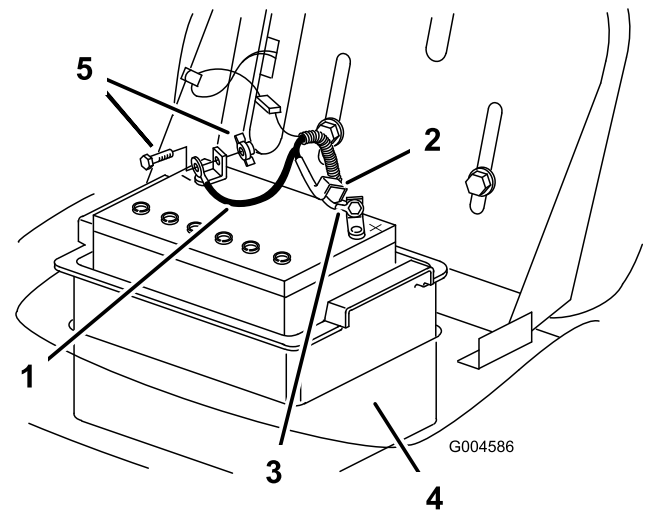

Figura 26
7. Desconecte el cable negativo de tierra (negro) del borne de la batería (Figura 26).
9. Desconecte el cable positivo (rojo) del borne de la batería (Figura 26).
10. Retire la caja de la batería y la batería del chasis (Figura 26).
1. Coloque la batería en la caja de la batería e instálela en el chasis (Figura 26).
2. Usando el perno, las arandelas y la tuerca, conecte el cable positivo (rojo) al borne positivo (+) de la batería (Figura 26).
4. Usando el perno y la tuerca de mariposa, conecte el cable negativo (negro) al borne negativo (–) de la batería (Figura 26).